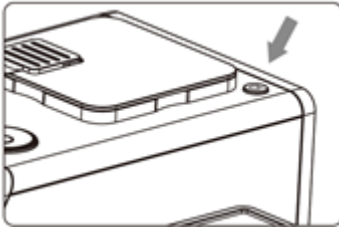

Abb. 1
Schließen Sie das Gerät an das Stromnetz an und drücken Sie die Taste (9), die sich auf der rechten Seite des Getreidebehälters befindet (Abb. 1).